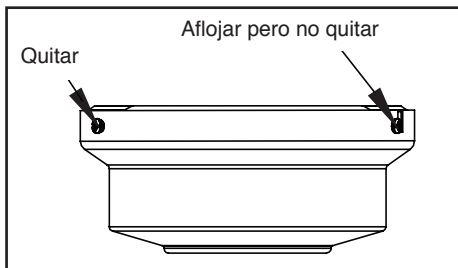

Figura 6
2. Retira el soporte de montaje de la cubierta aflojando los cuatro tornillos en la parte superior de ella. Quita los dos tornillos sin ranura y afloja los tornillos ranurados. Esto te permitirá retirar el soporte de montaje (Figura 6)